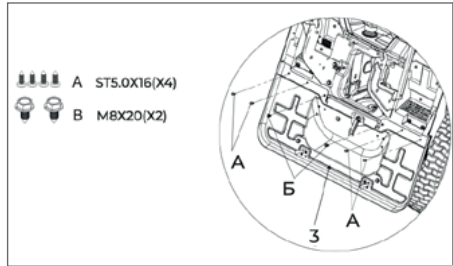

Рис. 8
**6.7 Установка компонента 11 заднего экрана (рис. 8)**